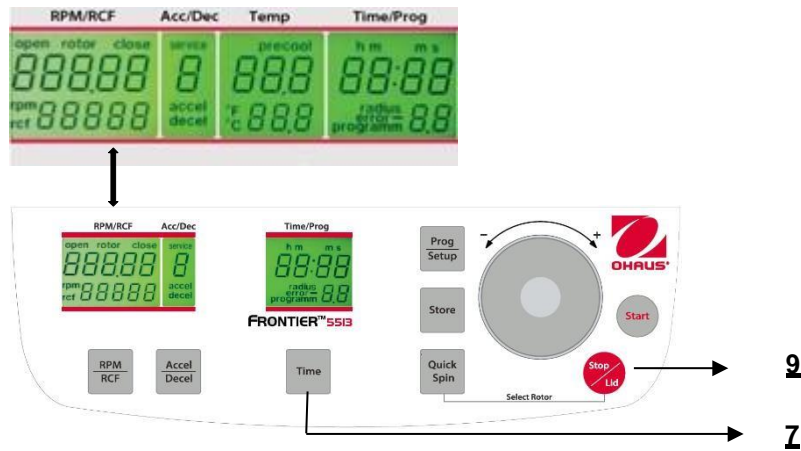

Figura. 28
Cuando la centrifuga está apagada, presione al mismo tiempo los botones **"Time"**(7) y **"Stop/Lid"** (9) y encienda el interruptor principal de la centrifuga. Ahora suelte ambos botones y como resultado se ejecuta una prueba de pantalla durante aproximadamente 5 segundos. Todos los indicadores aparecerán al mismo tiempo (vea la Figura 28).